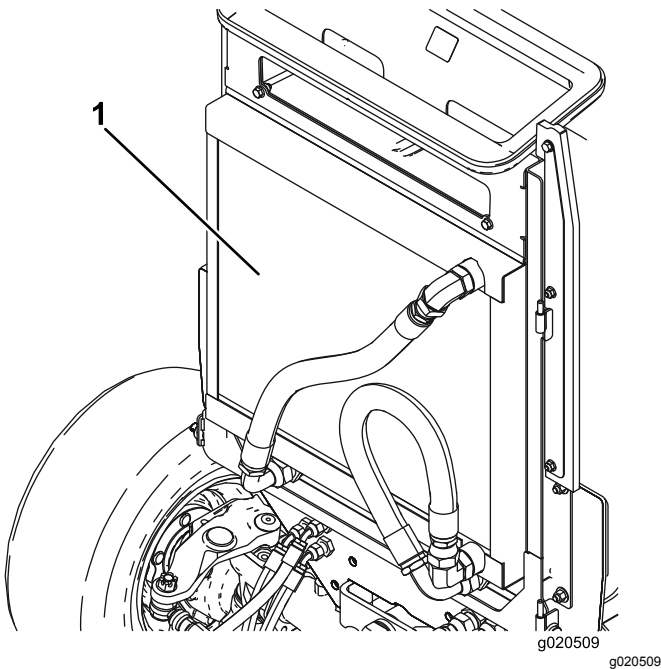

Figura 113
4. Pulite accuratamente entrambi i lati del refrigeratore dell'olio e il radiatore con aria compressa (Figura 113).